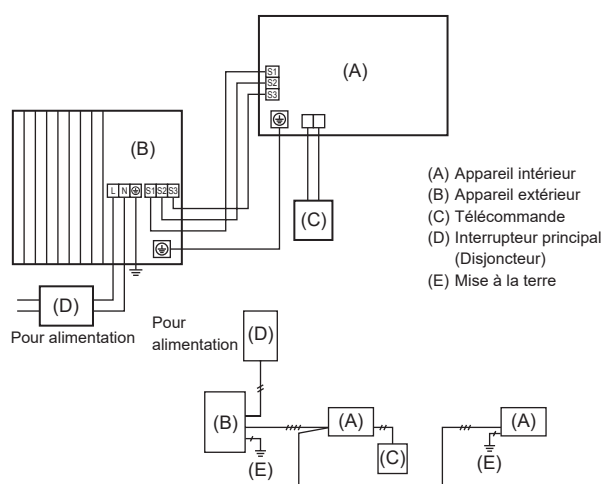
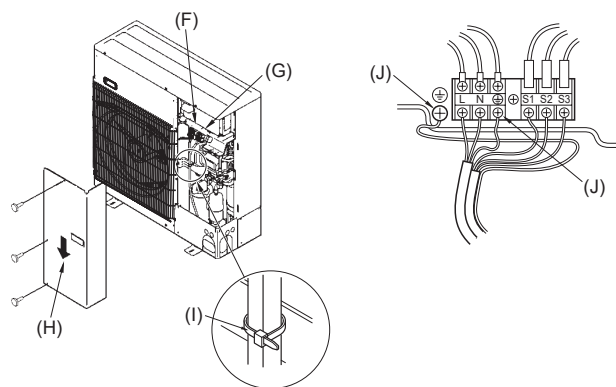

Fig. 6-1
Fig. 6-2
### 6.1. Appareil extérieur (Fig. 6-1, Fig. 6-2)
- (1) Retirer le panneau de service.
- (2) Effectuer le câblage conformément aux Fig. 6-1 et 6-2.